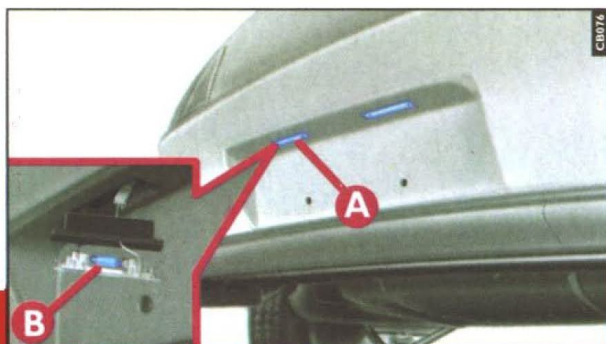

fig. 19
- 1) soltar os parafusos de fixação **fig. 19** e retirar o transparente **A**;